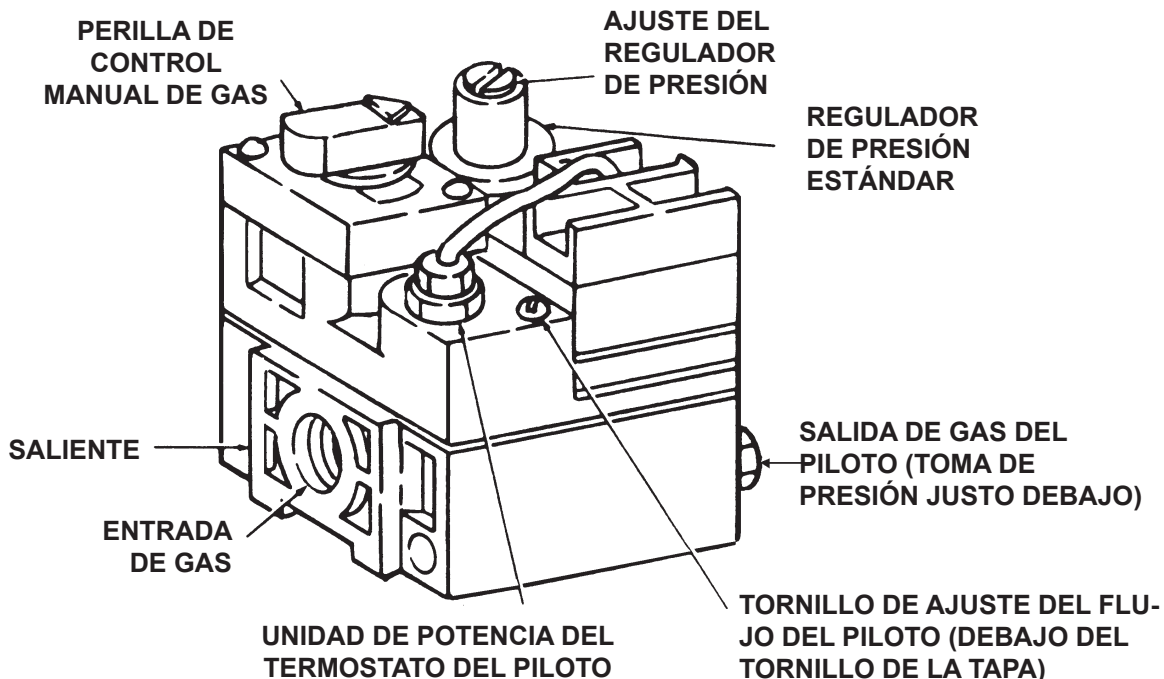

Figura 9. Componentes de la válvula de gas
- C. Si la perilla de control manual de gas que se encuentra en la válvula de gas no está en posición de apagado, oprímala parcialmente y rótelala hasta la posición OFF. Consulte la Figura 9.